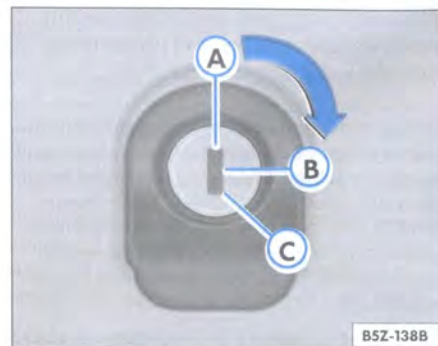

Fig. 39 Tapa del maletero: abertura
- Gire la llave hasta la posición vertical ⇒ fig. 39 A.
- Gire la llave hasta la posición vertical ⇒ fig. 39 A. Las puertas deberán haber sido desbloqueadas con el mando a distancia.
- Agarre la manija ⇒ fig. 39, apriete el botón de apertura y levante la tapa.
- Gire la llave en el sentido horario hasta el tope ⇒ fig. 39 C y asegurándola en esta posición, apriete el botón de apertura y levante la tapa por la maneta. La llave no podrá retirarse del cilindro cuando se encuentre en esta posición.
- Gire la llave hasta la posición horizontal ⇒ página 60, fig. 39 B. La tapa queda trabado permanentemente y solamente podrá destrabarse con la llave.